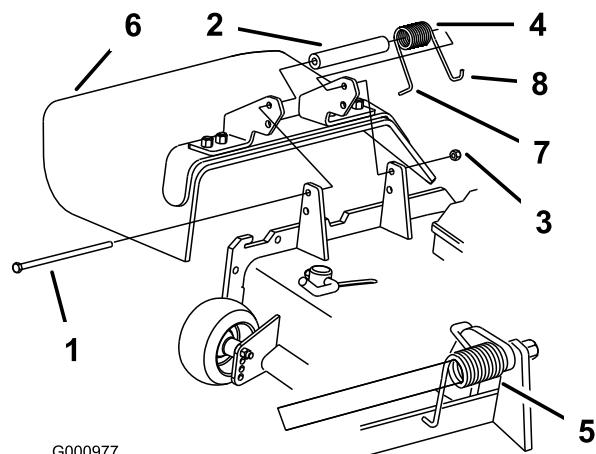

図 36
1. デフレクタをピボット・ブラケットに固定しているロックナット、ボルト、スプリング、スペーサを外す(図 36)。デフレクタを取り外す。
**注** ボルトを取り付ける前に、スプリングの L 字形フックが、図 36 のようにデッキのエッジの後ろに取り付けられていることを確認してください。
3. ボルトとナットを取り付ける。スプリングの右側の J 字形フックを、デフレクタに引っ掛ける(図 36)。